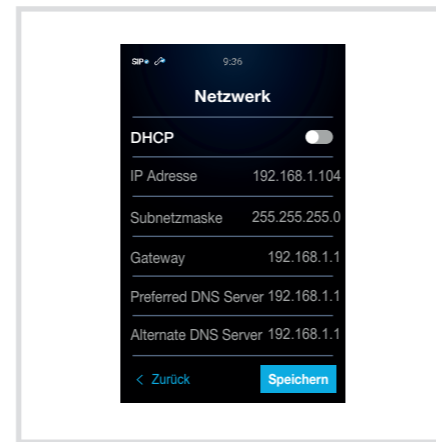

Bild 37: Manuelle Zuordnung
- Für die manuelle Netzwerkeinstellungen **DHCP** auf **Aus**  positionieren (Bild 37).